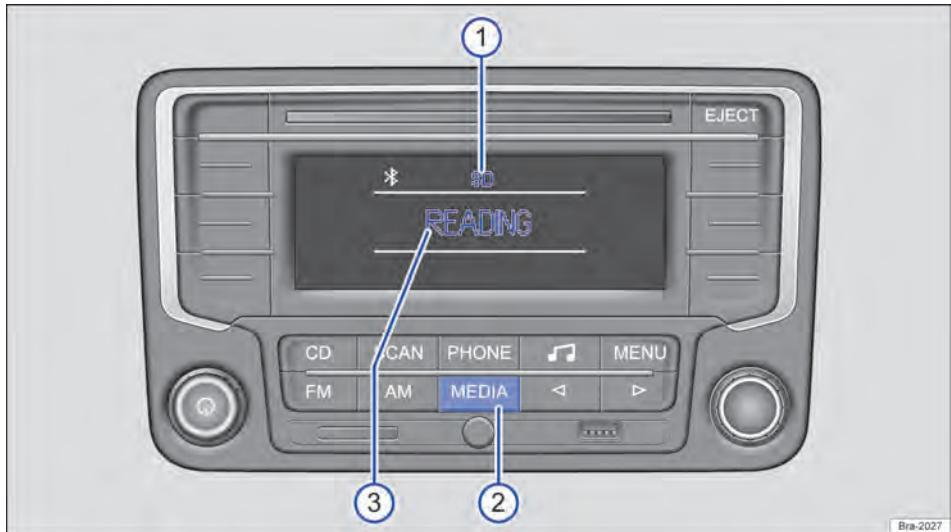
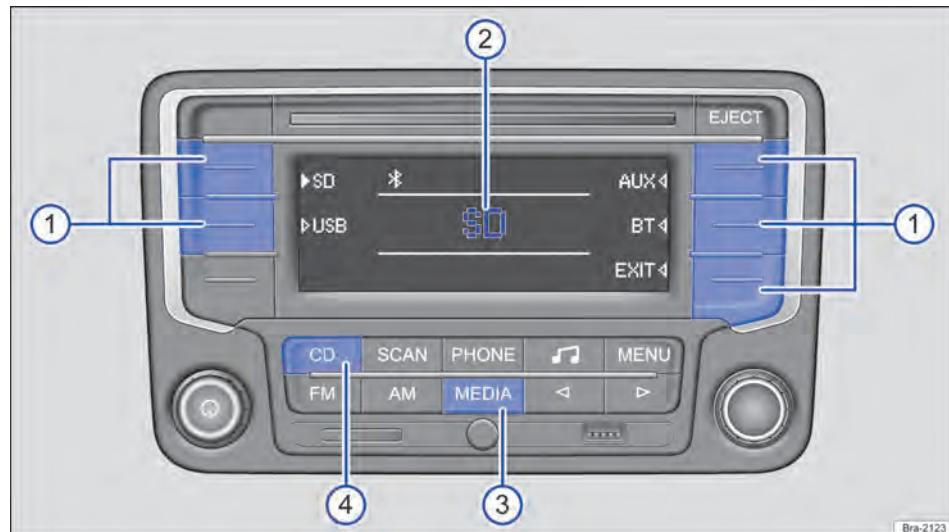

Fig. 135 Exemplo de exibição na operação de mídia: o rádio lê arquivos de um cartão SD.
Fig. 136 Exemplo de exibição na operação de mídia: a reprodução da última fonte de mídia tocada é continuada, outras fontes de mídia são selecionáveis.
Na operação de mídia podem ser selecionadas e controladas diferentes fontes de mídia. Para trocar para a operação de mídia, pressionar brevemente o botão do aparelho **[MEDIA]** → Fig. 135 ②.
Se a última fonte de mídia tocada ainda estiver conectada, a reprodução dessa fonte de mídia será automaticamente continuada e na troca para a operação de mídia ela será brevemente exibida no centro do display → Fig. 136 ②.
Na operação de mídia em execução, a fonte de mídia selecionada sempre será exibida na parte superior central do display → Fig. 135 ①.
Todas as fontes de mídia selecionáveis → Página 162, *Selecionar as fontes de mídia* são exibidas na área lateral do display → Fig. 136. Em algumas situações de operação, por exemplo, enquanto o rádio lê uma fonte de mídia, nenhuma fonte de mídia é selecionável → Fig. 135.
No centro do display é exibido o status atual da fonte de mídia, por exemplo, **READING**, enquanto o rádio lê uma fonte de mídia → Fig. 135 ③, informações sobre a faixa → Página 164 ou mensagens de erro:
Iniciar a operação de mídia → Página 161, *Menu principal MEDIA*. Se a última fonte de mídia tocada ainda estiver conectada, a reprodução dessa fonte de mídia será automaticamente continuada e na troca para a operação de mídia ela será brevemente exibida no centro do display → **Fig. 136 ②**.
Nas áreas laterais do display são exibidas todas as fontes de mídia selecionáveis → **Fig. 136**. Selecionar a fonte de mídia desejada da seguinte maneira:
- Pressionar brevemente o botão de função programado com a fonte de mídia desejada → **Fig. 136 ①**.
- **OU:** pressionar o botão do aparelho **[MEDIA]** tantas vezes necessárias até que seja exibida a fonte de mídia (exceto CD) → **Fig. 136 ③**.
- **OU:** pressionar o botão do aparelho **[CD]** para reproduzir um CD da unidade de CD interna → **Fig. 136 ④**.